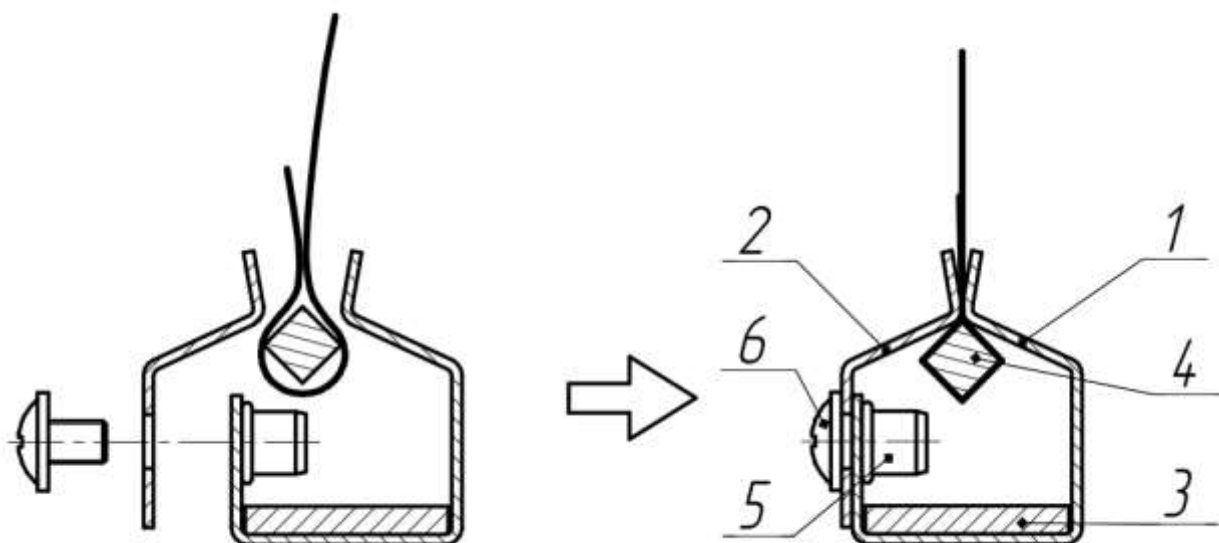

Рис. 13 – Сборка отсекающей шины: 1-основной профиль, 2-закрывающий профиль, 3- утяжелитель, 4-стальной брусок, 5-вытяжная гайка, 6-винт М6
- Вложить стальной брус, обернутый полотном в отсекающую шину и зафиксировать её (рис. 13).